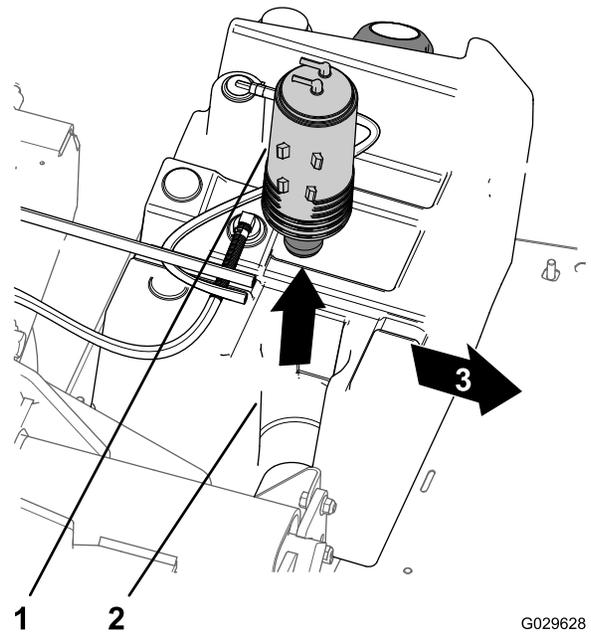

図 47
- 燃料タンクのマウントからカーボンキャニスタを取り出す 図 47。
7. 新しいカーボンキャニスタを、燃料タンクのマウントに取り付ける二つのフィッティングPurgeと Fuel tankを後ろに向けて取り付ける 図 47。